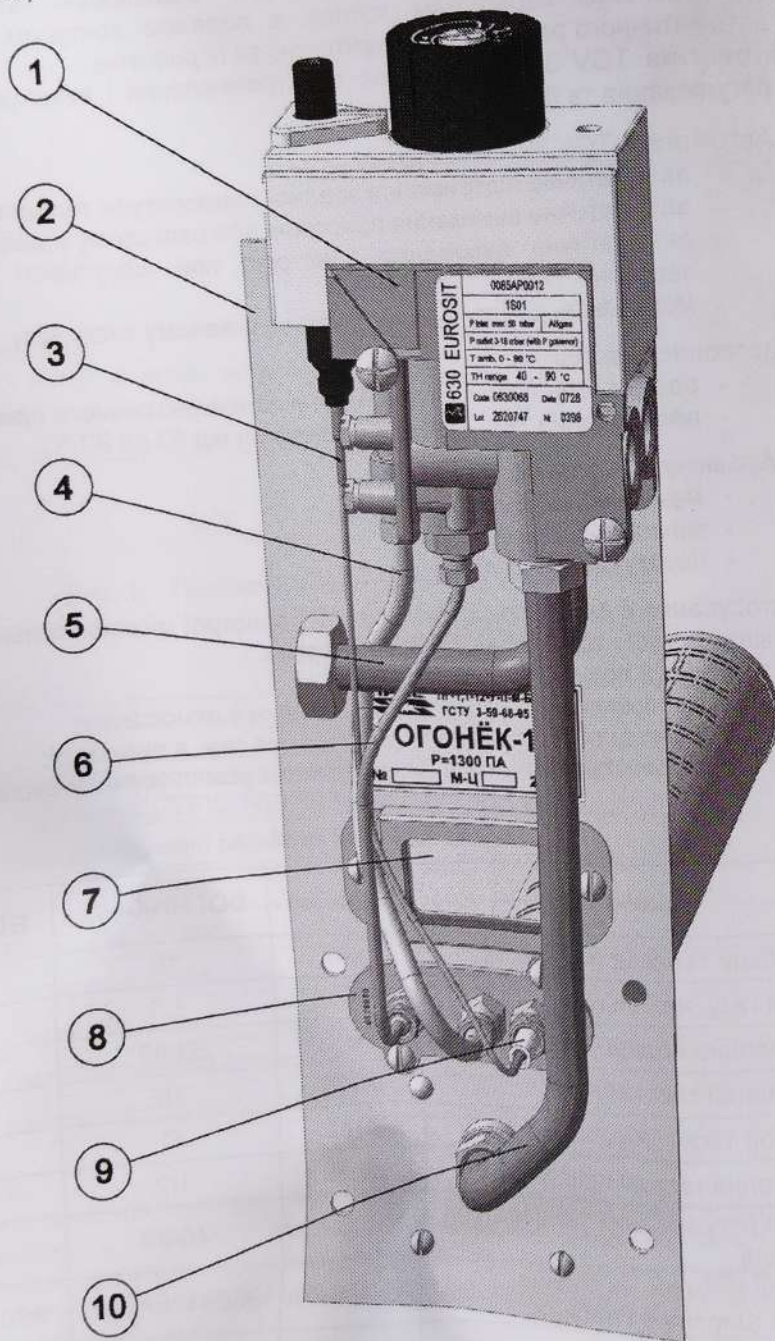
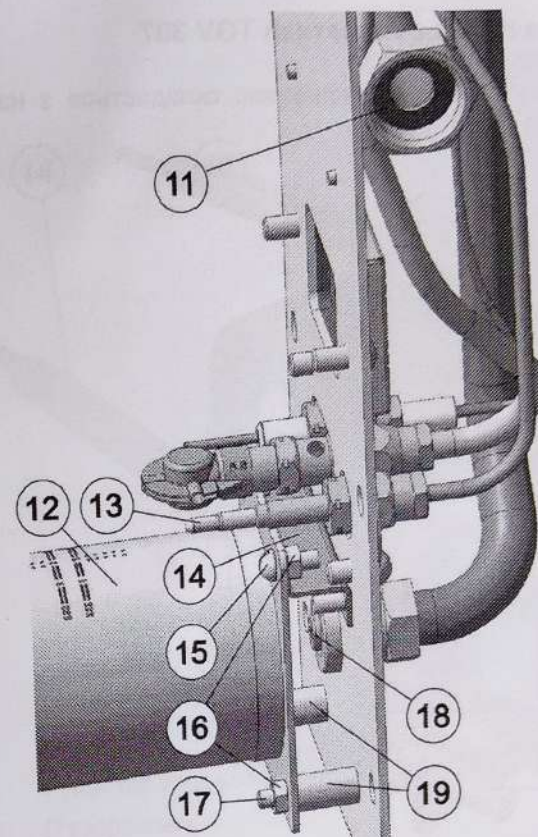

Рис. 2
Рис. 3
- 5.1 Мікрофакельний пальник 12 (рис.3) встановити на пристрій та закріпити за допомогою гвинтів 15, 17, гайок 16 і проставок 19.
- 6.1.3 Натисніть рукоятку управління до упору і, не відпускаючи її, натисніть кнопку п'єзо підпалу 2 (рис.4). Переконайтеся в наявності полум'я на запальнику. Не відпускайте рукоятку управління протягом 5-10 секунд, необхідних для нагріву термочутливого елемента термопари 13 (рис.3).
3.1 Пристрій газопальниковий складається з наступних вузлів і деталей (див. рис.2, рис.3):